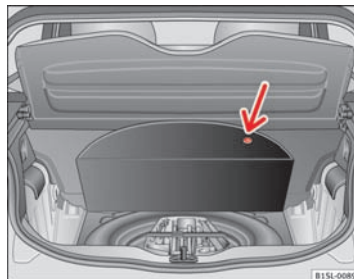

Fig. 131 I bagagerummet: bundplade, der er vippet op
Bilens værktøj, reservehjulet, nødhjulet og havarisættet er placeret i bagagerummet under bundbeklædningen ⇒ Fig. 131.
- Løft bundbeklædningen ved udsæringen (pil) ⇒ Fig. 131.